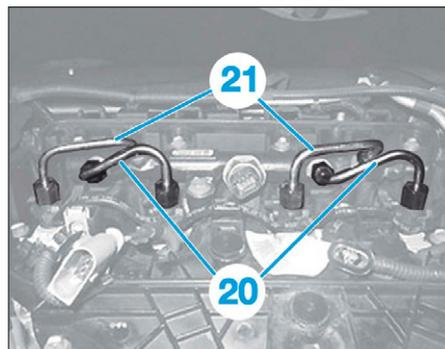

FIG. 50
- Positionner et serrer au couple la canalisation (20) puis la canalisation (21) (Fig.50).